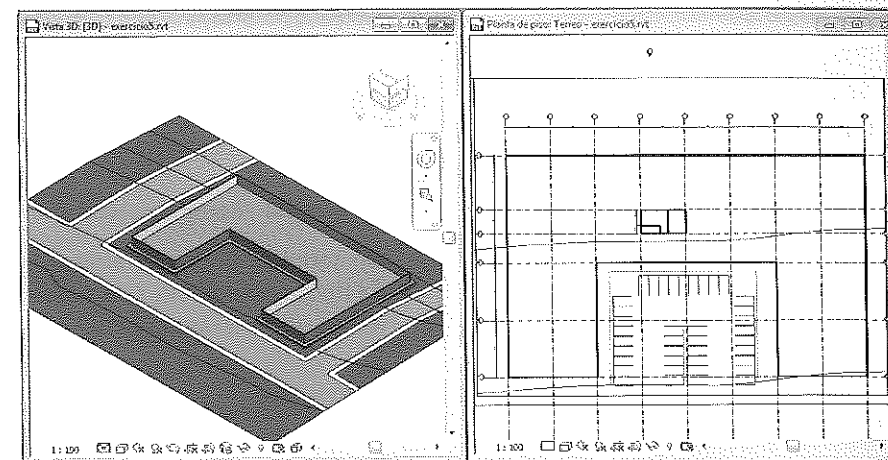

Figura A.29 – Uso do eixo para o desenho das paredes.
5. Vamos inserir as paredes com o estilo criado, clicando nas intersecções do eixo, conforme a Figura A.29. Na barra de opções selecione **Altura > Pav Tipo** para que a parede vá até o próximo pavimento, **Linha de localização > Linha central da parede** porque vamos usar